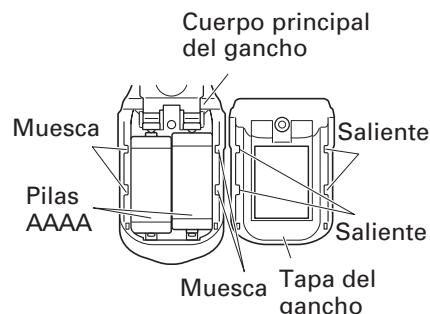

Fig. 14
- (2) Retire las pilas usadas e introduzca las pilas nuevas. Alineéelas con las indicaciones del gancho y posicione correctamente los terminales positivo (+) y negativo (-). (Fig. 14)